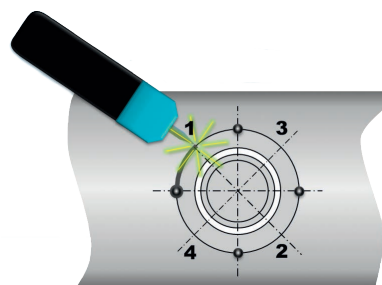

Abb. 2: Schweißen
4. Teilstücke zwischen den Punkten schweißen (Abb. 2).
3. Teilstücke zwischen den vier Punkten schweißen (Abb. 2).